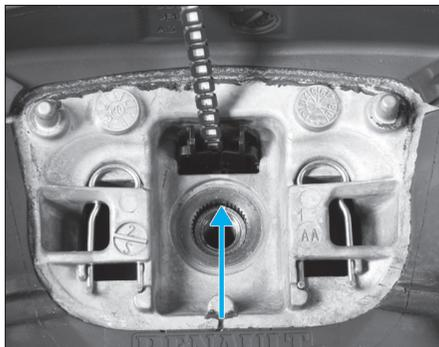

Fig. 1
- la vis (1) du volant de direction (Fig.1),